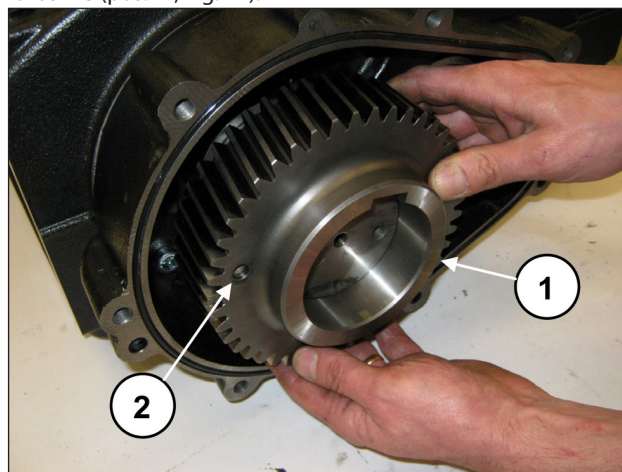

Fig. 14
Retire a coroa (pos. ①, Fig. 14). Se necessário, é possível usar um extrator de mecanismo de percussão para aplicar os dois furos M8 (pos. ②, Fig. 14).